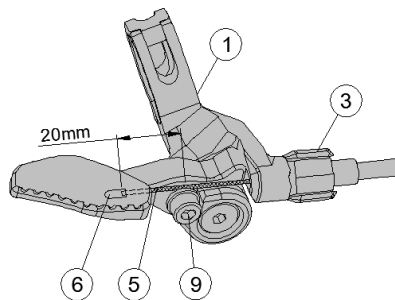

图 4
10. 将 ⑤ 钢线穿过调整螺丝组 ③，使用 3mm 六角扳手放松压线螺丝 ⑨。(图 4)
11. 将 ⑤ 钢线穿过压线螺丝 ⑨，使用 3mm 六角扳手，锁紧螺丝 ⑨ 到 15 kgf.cm / 1.5 Nm / 13 in.lbs。(图 4)
12. 检查外管是否完全安装在线控的 ③ 调整螺丝组上。(图 4)
13. 在距压线螺丝 ⑨ 20mm 处裁切钢线，确认钢线长度。(图 4)
14. 套入压尾套 ⑥。将钢线的一端向下弯曲以避免干涉。(图 4)
15. 使用调整螺丝组 ③ 调整钢线张力，使线控拉杆不会随意活动。(图 4)